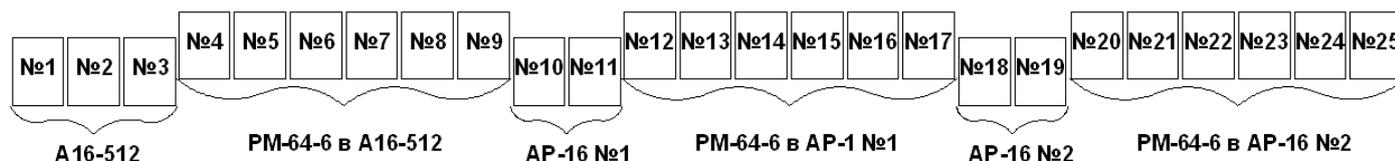

Рис. 18. Распределение номеров реле в ППКО и АР-16
- ✓ реле на модуле РМ-64-6 подключенном к модулю расширения АР-16 (адрес 1) **всегда** будут иметь номера 12, 13, 14, 15, 16, 17 и т.д. в соответствии с приведенной схемой, рисунок 18.